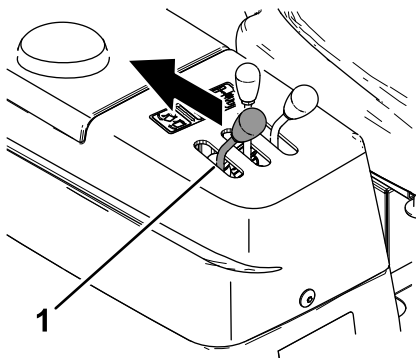

Figura 49
1. Pida a otra persona que tire hacia atrás y sostenga la palanca de volcado de la tolva (Figura 49).